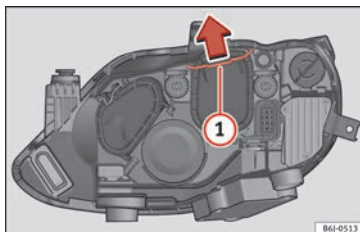

Abb. 96 Doppelscheinwerfer.
- Verschieben Sie die Strebe » Abb. 96 ① in Pfeilrichtung und nehmen Sie die Abdeckung ab.